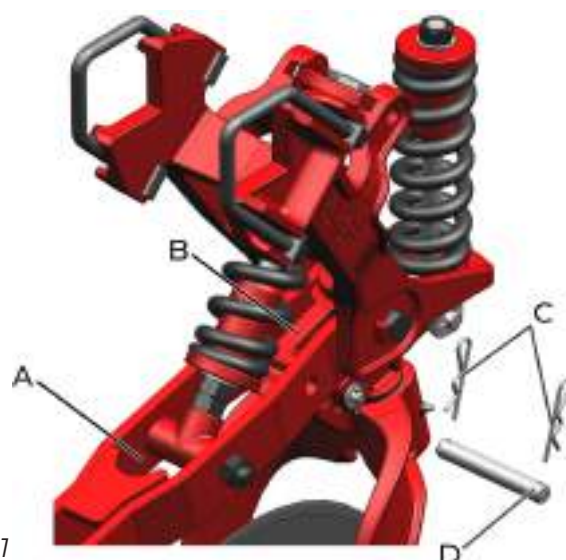

fig. 111
A linha independente (*fig. 111*) é obtida quando des-travamos o suporte (B) da estrutura da linha (A), retirando os grampos (C) e o pino (D).